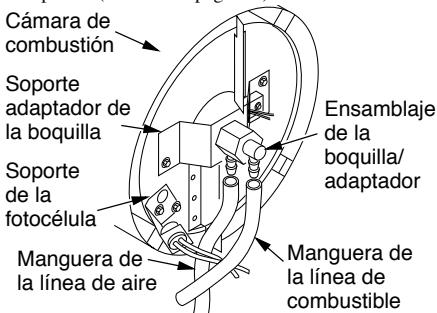

**Figura 19 - Desconexión de los alambres del encendedor del ensamblaje del control de encendido (Se muestran los modelos 40/55/60/70/110/115/155/165)**
4. Desconecte los alambres del encendedor del ensamblaje del control de encendido (consulte la figura 19, página 12). Pase los alambres del encendedor a través del orificio en la cubierta inferior.
5. Desconecte la manguera de la línea de combustible y la manguera de la línea de aire. Desmonte la fotocélula del soporte de la fotocélula (consulte la figura 19, página 12).
11. Pase los alambres del encendedor nuevamente hacia abajo a través del orificio en la cubierta inferior. Conecte los alambres al encendedor del ensamblaje del control de encendido (consulte la figura 19).